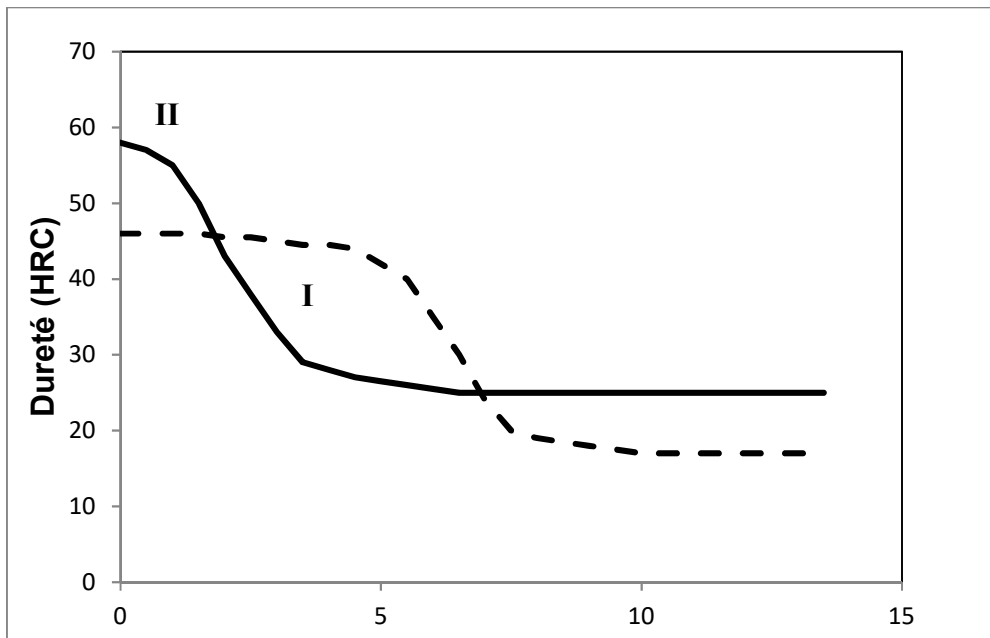

Figure 2 : Courbe de trempabilité Jominy de deux aciers
À la figure 2 sont présentées deux courbes de trempabilité obtenues à la suite d'essais Jominy réalisés sur deux aciers dont les compositions chimiques sont différentes. En utilisant ces résultats, répondez aux questions a), b), c), d) et e).
- a) Quelle est la variable représentée sur l'abscisse du graphique de la Figure 2 ? Nommez la variable et donnez ses unités. (2 points)